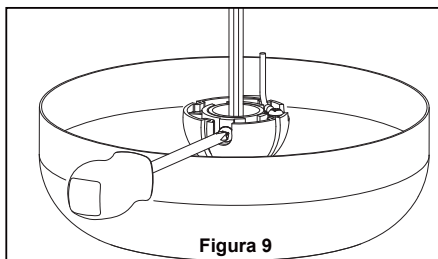

Figura 9
- ☐ 9. Vuelva a colocar la semiesfera en el barral como se indica a continuación. Pase los cables de negro, blanco y azul a través de la semiesfera. Pase el pasador a través de los dos orificios en el barral y alinee la semiesfera de modo que el pasador quede atrapado en la ranura de la parte superior de la misma. Empuje la semiesfera hacia arriba, bien ajustada contra el pasador. Ajuste firmemente el tornillo de fijación en la semiesfera. Si el tornillo de fijación está flojo, podría provocar oscilación del ventilador. (Figura 9)